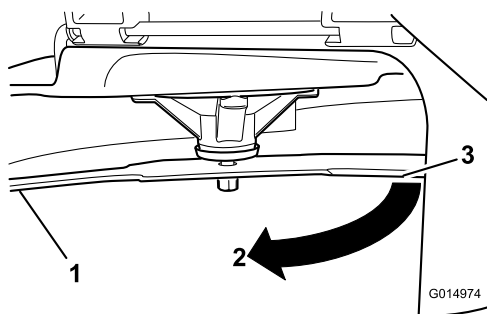

Figure 51
4. Tournez la même lame de 180 degrés pour amener l'autre tranchant à la même position (Figure 51).